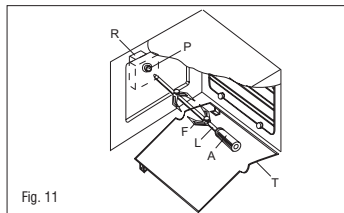

Fig. 11
50 ÷ 200	Totaal grill met ventilator De lucht, die verwarmd wordt door het verwarmingselement van de grill, wordt door de ventilator gecirculeerd, waardoor de warmte tussen 50 en 200 °C verspreid kan worden. De grill met ventilator vormt een perfecte vervanging voor het draaispit. U kunt tevens uitstekende resultaten bereiken met grote hoeveelheden gevogelte, worst en rood vlees. Totaal grill verwarmingselement en (draaispitmotor al naar gelang het model, zie fig. 11). Deze functie is geschikt voor braden aan het spit, grillen en gratineren.
- Plaats de spitsteun zoals afgebeeld in (fig. 11)